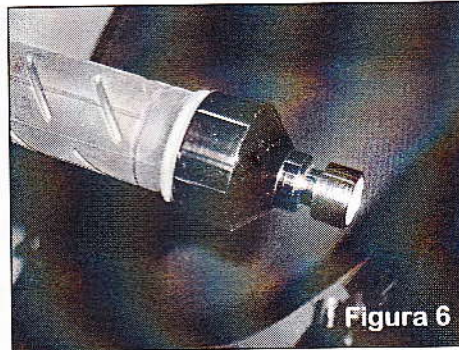

Figura 6
4. Fijar firmemente el pivote asegurando su anclaje (Figura 6).